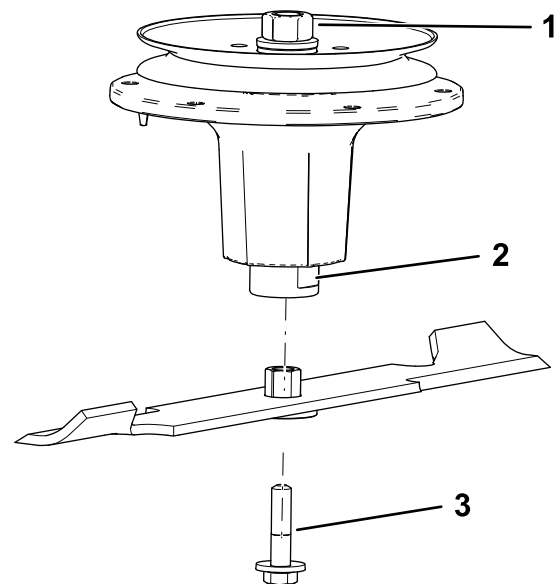

Figure 81
2. Installez l'ensemble douille et lame sur l'axe de pivot (Figure 81).